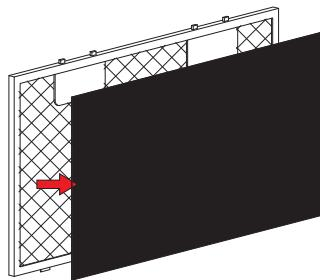

figura 2
- Dopo aver determinato l'altezza di installazione della cappa, praticare sei fori  $\phi$  8 e inserire i tasselli per la cappa, la staffa interna del camino e il foro di sicurezza in base alle dimensioni della cappa. Quindi, installare due viti di montaggio ST4× 30 mm per appendere l'apparecchio. E utilizzare due viti ST4× da 40 mm per fissare la staffa del camino interno alla parete . La posizione di fissaggio della staffa interna del camino è la posizione più alta del camino. Vedere la figura 2.
3. Vedere la figura 2, sostituire il nuovo filtro al carbone sul filtro del grasso.